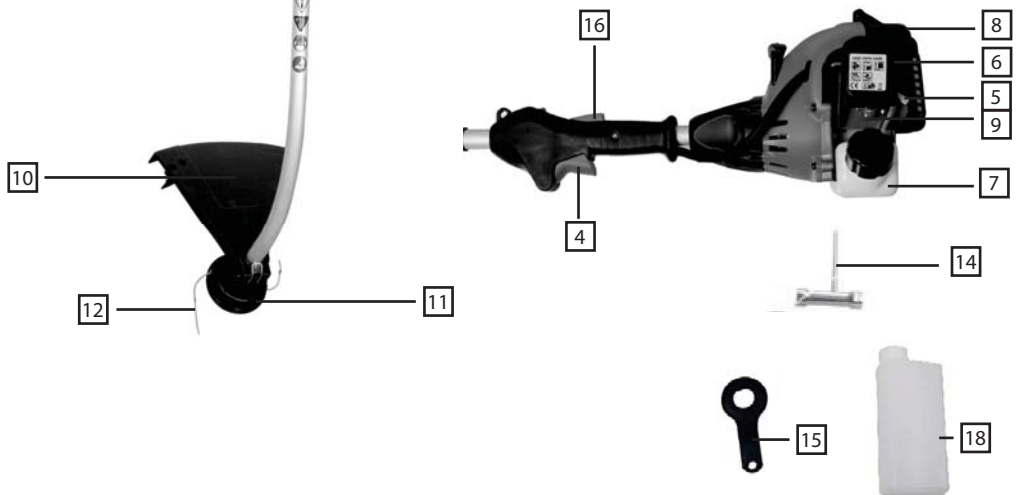

Bild 1
Schrauben Sie am unteren Teil des Trimmerrohres den Kunststoffdrehknopf komplett ab (Bild 1) und entfernen die komplette Faden Kassette von der Welle (Bild 2). Lösen Sie mit dem beliegenden Innensechskantschlüssel die Innensechskantschraube der Schutzhaubenbefestigung (Bild 3). Jetzt ist die Fadenschutzhaube (10) abnehmbar.
Schrauben Sie am unteren Teil des Trimmerrohres den Kunststoffdrehknopf komplett ab ( Bild 1) und entnehmen die komplette Faden Kassette von der Welle ( Bild 2).